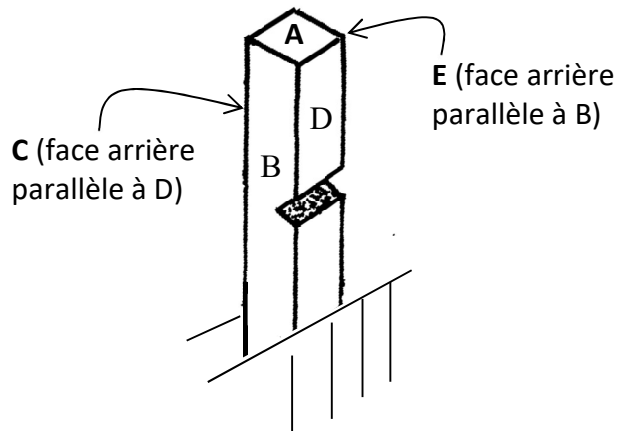

Figure 4 : Schéma de l'encastrement pour l'essai d'impact Izod
- b) L'essai d'impact Izod est comparable à l'essai Charpy. Néanmoins, l'échantillon de type Izod est encastré à une seule extrémité contrairement au spécimen de type Charpy qui est appuyé à ses deux extrémités. La Figure 4 schématise l'échantillon Izod encastré juste avant l'essai d'impact. Sur quelle face l'impact avec le mouton pendule aura-t-il lieu ? Expliquez pourquoi **(3 points)**